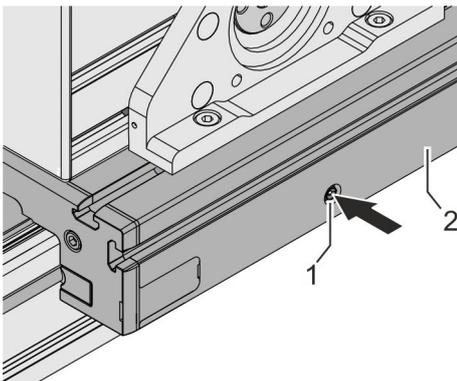

Abb. 44: Führungswelle schmieren
1. ➔ Schmierstellen (Abb. 44/1) auf beiden Seiten des Führungsschlittens (Abb. 44/2) reinigen.
Schmierstoffpresse nacheinander auf beiden Seiten des Führungsschlittens (Abb. 44/2) auf die Schmiernippel (Abb. 44/1) setzen und Führungsschlitten abschmieren.
3. ➔ Führungsschlitten (Abb. 44/2) mehrfach verfahren, um den Schmierstoff gleichmäßig zu verteilen.